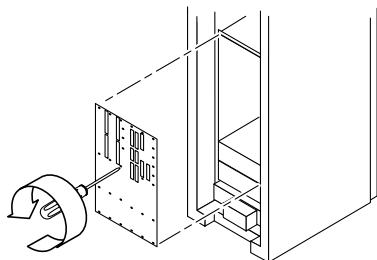

図 12-18 システムセンタープレーンの取り外し — Sun Fire 4810 システム
1. システムセンタープレーンをシャーシに固定している 36 本のねじを外します (図 12-18)。
1. シャーシの背面下部で、システムセンタープレーンの位置を調整し、ねじを元の位置に取り付けます (図 12-18)。